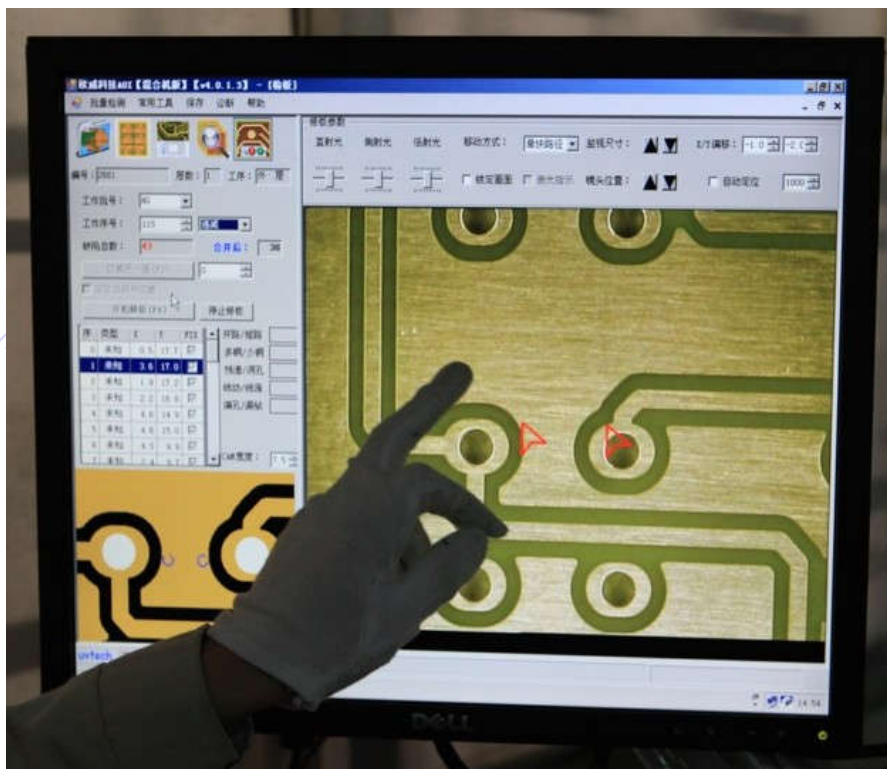

图 73
19) 图 73 进行的是哪道工序 (C)
20) 光学是利用高清摄像机扫描电路板, 然后与原文件进行对比, 对比后将问题点高清放大如图 73, 请问图 73 界面中手指的部分是原文件还是实际的电路板 (B)